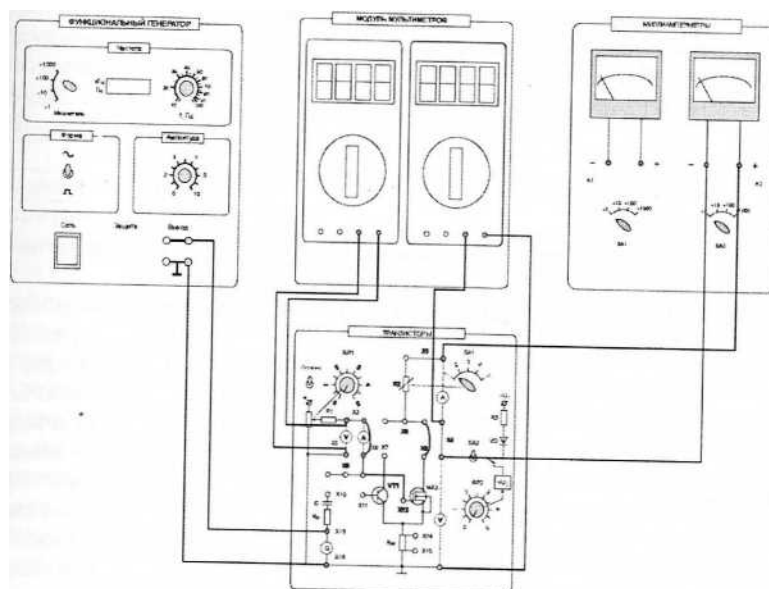

Рис. 4
3.1. Ознакомьтесь с лабораторным модулем для исследования транзисторов. Собрать схему для снятия характеристик полевого транзистора (рис. 4). Соединить перемычками гнезда X2 - X6 и X9-X12. Между гнездами X1-X4 включить миллиамперметр на пределе 100 мкА (или мультиметр в режиме измерения постоянного тока). Соединить перемычкой гнезда X3-X8. Включить вольтметр с пределом 15 В (мультиметр в режиме измерения постоянного напряжения) между гнездами X4 - X16. Тумблер SA2 установить в нижнее положение.